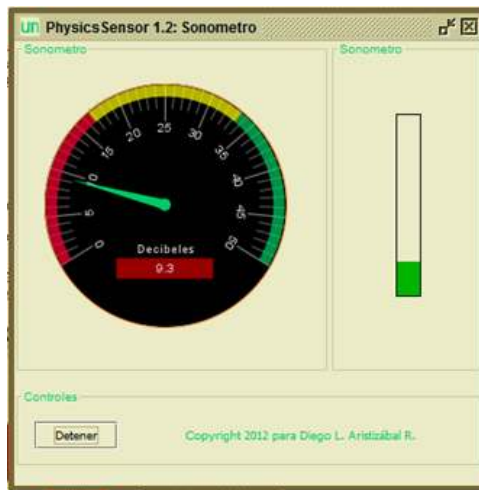

Figura 7.2 Sonómetro de PhysicsSensor midiendo
- ✓ Hacer clic en el botón **Capturar**, para comenzar a realizar la medida, Figura 7.2.